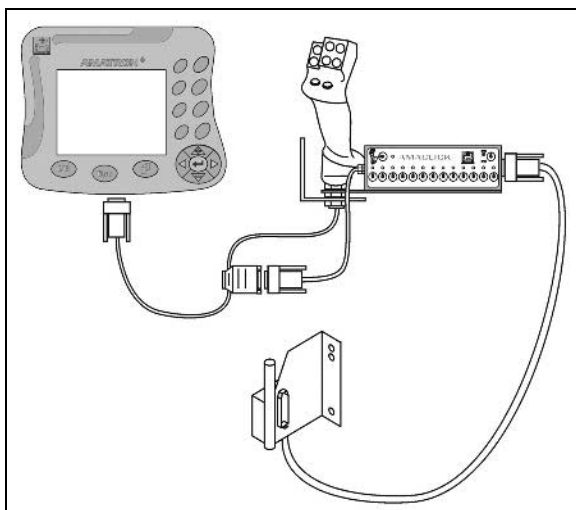

Рис. 93
- с многофункциональной рукояткой в соответствии с Рис. 93.